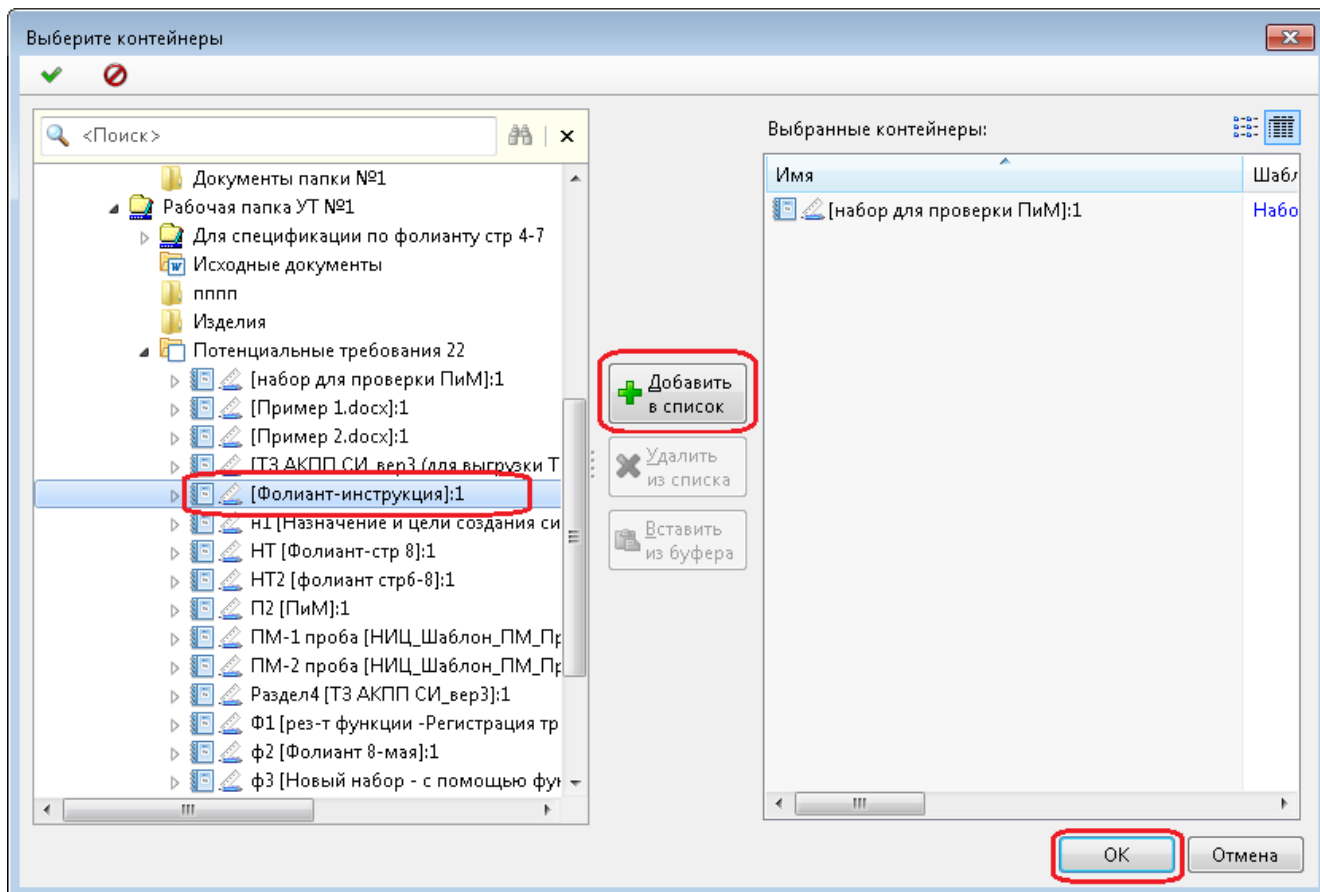

Рисунок 56 — Окно добавления в список выбранного контейнера для поиска требований
- по завершении выбора для выхода из окна выбора нажать ОК (Рисунок 56).